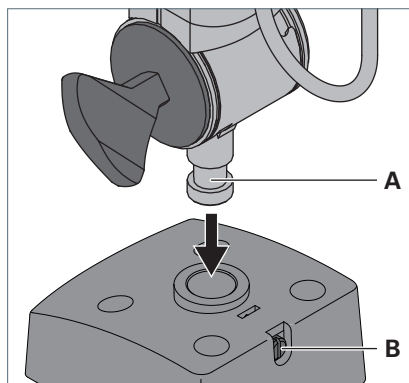

Fig. 2: Monter le luminaire sur l'élément de fixation.
- Introduire le tourillon **A** situé sur la tige du luminaire dans l'ouverture de l'élément de fixation, voir Fig. 2.